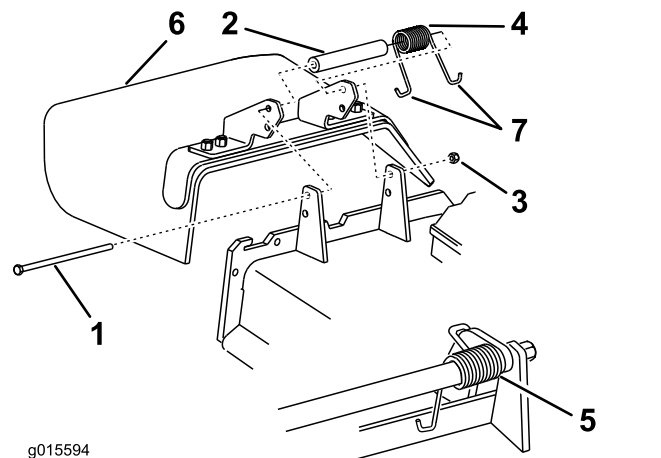

Bild 91
1. Entfernen Sie die Sicherungsmutter, Schraube, Feder und das Distanzstück, mit denen das Ablenkblech an den Schwenkhalterungen befestigt ist (Bild 91).
2. Entfernen Sie defekte oder abgenutzte Ablenkbleche (Bild 91).
Hinweis: Achten Sie darauf, dass ein J-förmiges Federende hinter der Mähwerkkante befestigt ist, bevor Sie die Schraube einsetzen, wie in Bild 91 abgebildet.
6. Führen Sie das J-förmige Hakenende der Feder um das Ablenkblech (Bild 91).